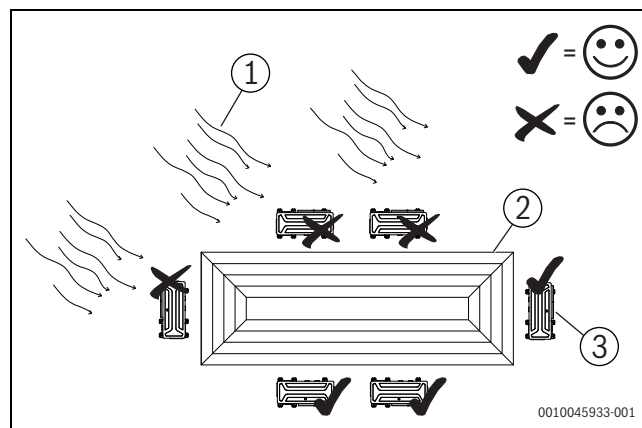

Fig. 1
- ▶ Quando si installa un'unità esterna in un luogo frequentemente esposto a forti venti come zone costiere o in cima a un edificio, occorre garantire il normale funzionamento del ventilatore utilizzando un condotto o una protezione antivento (fig. 1)